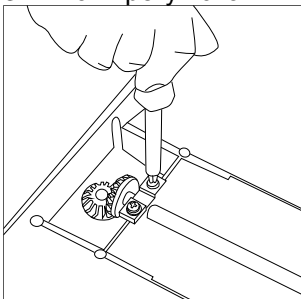

Рис.8
1. Вигвинтите два притисних гвинта (Рис. 8)